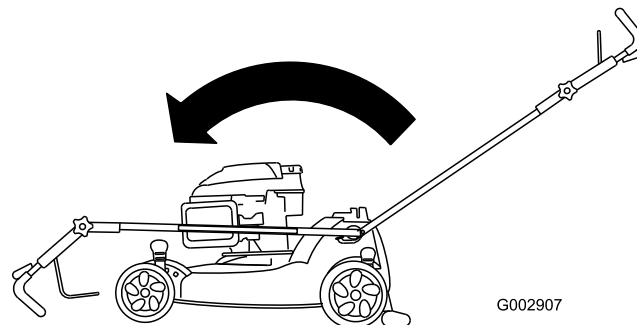

Figura 45
2. Mueva el manillar completamente hacia delante y afloje el pomo del manillar superior (Figura 45).